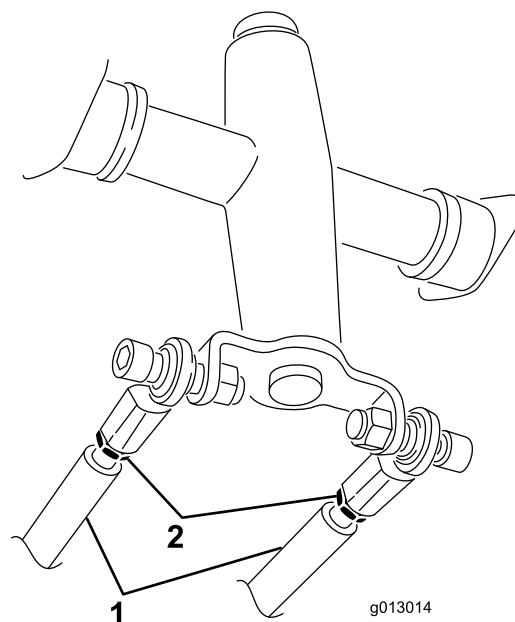

Figura 52
3. Allentare i controdadi situati sulle aste di trazione, al di sotto della plancia (Figura 52).